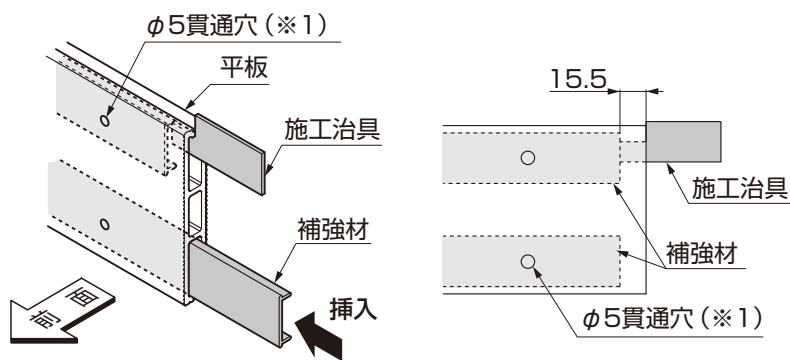

図4-1
- 平板15×100,15×150の場合、補強材には向きがあります。(図4-1参照)